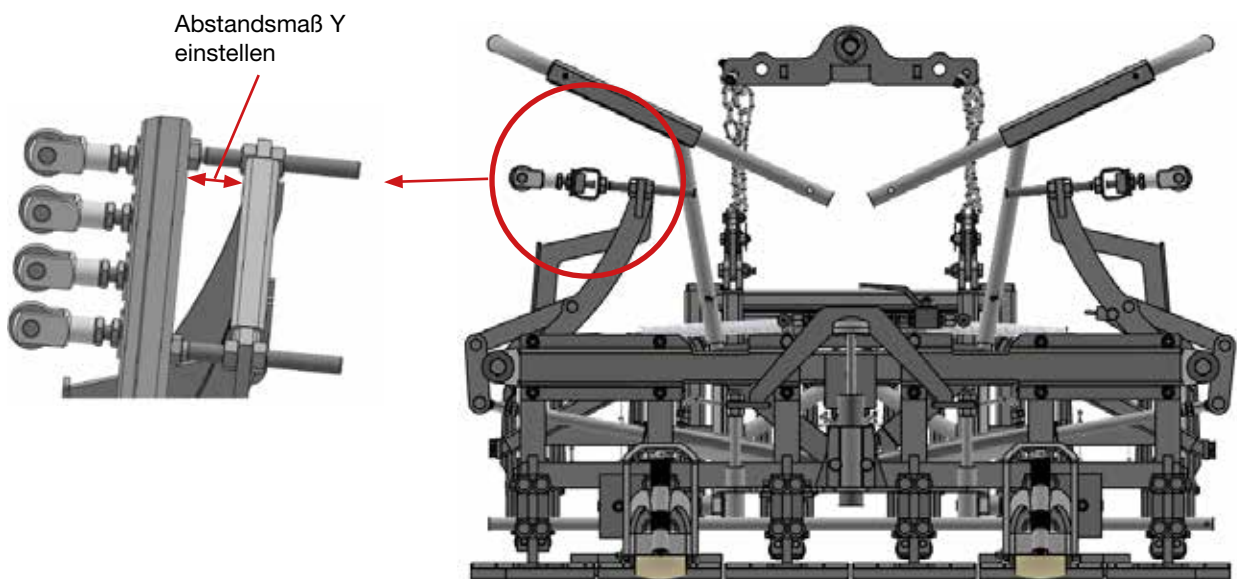

Abb. 34. Abstandsmaß Y einstellen am Greifer
4. Einstellmutter auf der Gewindestange so verstellen, dass das ermittelte Maß „Y“ eingestellt wird (s. Abb. 34)